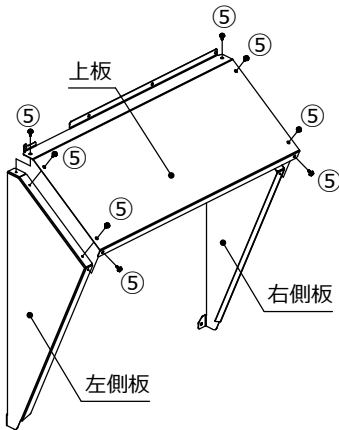

図1
④	ドリルねじ	 (Φ4×13L)	6	1	1	6	1	1
⑤	ワッシャー付六角 タッピンねじ	 (Φ4×10L) タイロワッシャー付	8	16	23	8	16	23
⑥	ナイロン ワッシャー	 (Φ10×0.8t)	6	—	—	6	—	—
⑦	取付説明書	 (本紙)	1	1	1	1	1	1
- ④ドリルねじの使用箇所……………エンボスの箇所を使用してください。
- ⑤ワッシャー付六角タッピンねじの使用箇所……………下穴のあいている箇所を使用してください。
①-1.吹出口側正面の組立 (図1)
- (1) 上板と右側板、左側板を図1のように⑤ワッシャー付六角タッピンねじ(8本)で固定します。